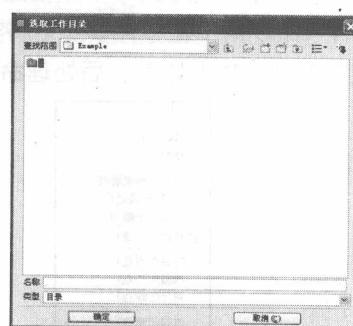

图 1-15 选择新工作目录
- 02 浏览找到想要设为新工作目录的目录。出现一个文件夹，其后只有一个句号，指明该工作目录的位置，如图 1-15 所示。